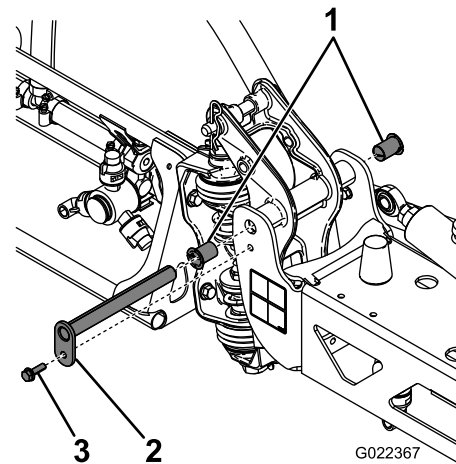

Bild 62
3. Wenn das Gewicht des Auslegers abgestützt ist, nehmen Sie die Schraube und die Mutter ab, mit denen der Lagerbolzen am Ausleger befestigt ist (Bild 62).
4. Entfernen Sie die Schraube und die Mutter, mit denen der Lagerbolzen befestigt ist, und nehmen Sie den Bolzen ab (Bild 62).
6. Nehmen Sie die Nylonbüchsen vorne und hinten an der Schwenkhalterung ab und prüfen Sie sie (Bild 62).
7. Tragen Sie etwas Öl auf die Nylonbüchsen auf und setzen Sie sie in die Schwenkhalterung ein (Bild 62).
8. Montieren Sie den Ausleger und die Schwenkhalterung im mittleren Rahmen und fluchten Sie die Löcher aus (Bild 62).